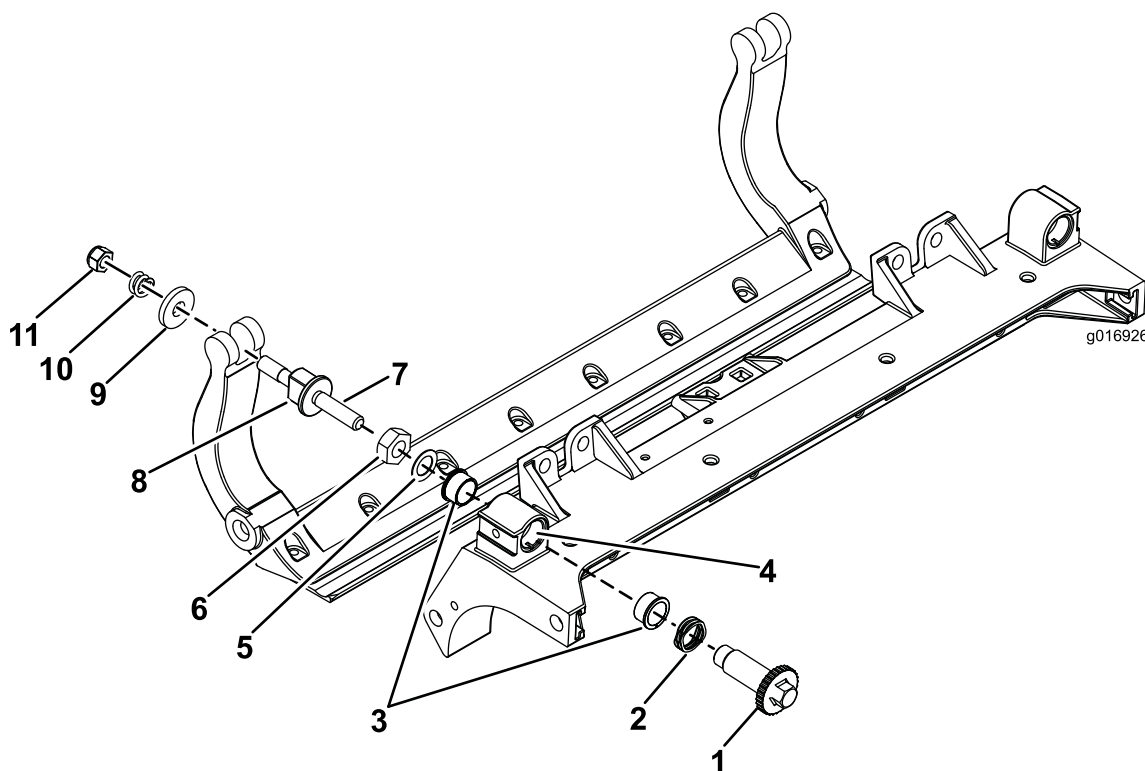

Figura 37
1. Retire todas as peças (consulte as *Instruções de instalação* do Kit DPA HD e a Figura 37).
2. Aplique composto antigripagem no interior da área dos casquilhos na estrutura central da unidade de corte (Figura 37).
3. Alinhe as chaves nos casquilhos das flanges com as ranhuras na estrutura e instale os casquilhos (Figura 37).
4. Instale uma anilha ondulada no veio do ajustador e deslize o veio para os casquilhos da flange na estrutura da unidade de corte (Figura 37).
5. Prenda o veio ajustador com uma anilha plana e porca de bloqueio (Figura 37).
12. Coloque uma anilha de aço no exterior de cada uma das arruelas de nylon (Figura 37).
Nota: As anilhas podem ter uma folga interna (Figura 37).
15. Aperte a porca em cada conjunto de ajustador da barra de apoio até que a mola de compressão esteja totalmente comprimida e, em seguida, desaperte a porca $\frac{1}{2}$ volta (Figura 37).